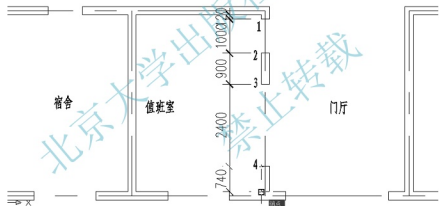

图 3.55 标注值班室内尺寸
(2) 执行菜单栏中的【标注】|【连续】命令，执行连续标注操作，AutoCAD 自动将连续标注连接到刚刚所标注的“120”尺寸线上。
① 在指定第二条尺寸界线原点或 [放弃 (U)/ 选择 (S)] < 选择 >: 提示下，捕捉“门洞口”的左下角点 (2 处)。
② 在指定第二条尺寸界线原点或 [放弃 (U)/ 选择 (S)] < 选择 >: 提示下，捕捉“窗洞口”的左上角点 (3 处)。
③ 在指定第二条尺寸界线原点或 [放弃 (U)/ 选择 (S)] < 选择 >: 提示下，捕捉“窗洞口”的左下角点 (4 处)。
④ 在指定第二条尺寸界线原点或 [放弃 (U)/ 选择 (S)] < 选择 >: 提示下，捕捉“值班室”右下角阴角点，如图 3.55 所示。
观察图 3.55, 在前面所标注出的“值班室”的内部尺寸中, “门垛”宽度“120”尺寸标注的文字位置不合适, 现在来调整“120”尺寸标注文字的位置。